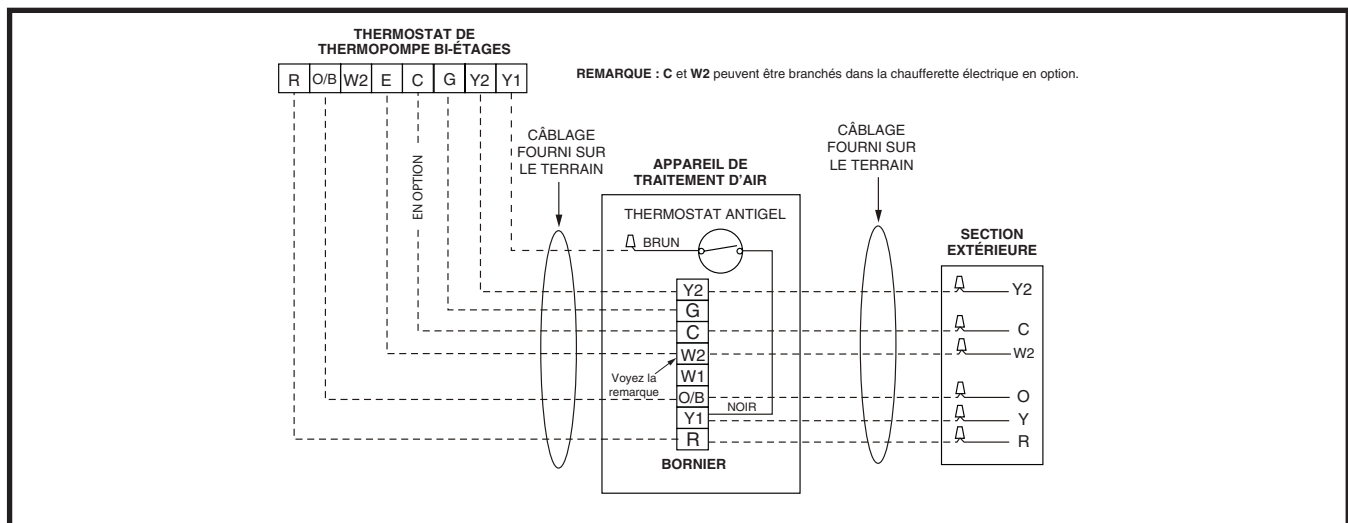

Figure 2. Branchement typique du thermostat de la thermopompe bi-étages
- Des thermostats pour thermopompes bi-étages sont requis pour cet équipement. Sélectionnez un thermostat qui fonctionne en tandem avec les accessoires installés. Une installation commerciale typique avec thermostat pour thermopompe et appareil de traitement d'air est montrée à la Figure 2 (page 7).